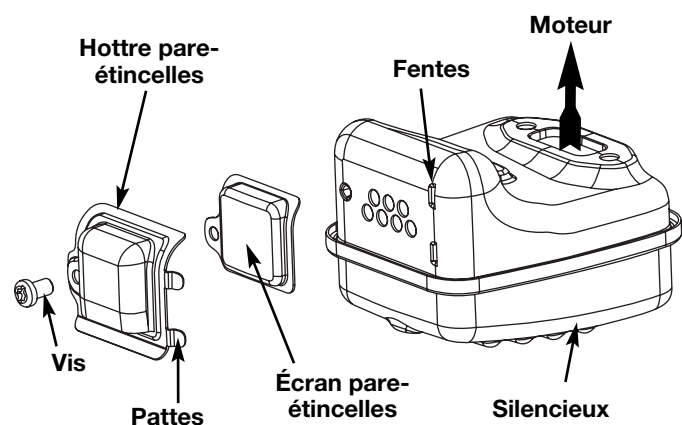

Fig. 37
2. Situez le pot d'échappement sans le retirer. Trouvez le vis sur la partie inférieure du pot d'échappement (Fig. 37). Retirez le vis en vous servant soit d'un tournevis torx #20 ou d'un tournevis plat.
3. Remplacez toute bougie fendillée, encrassée ou sale. Réglez l'écartement à **0,5 mm (0,020 po)** à l'aide d'une jauge d'épaisseur (Fig. 37).